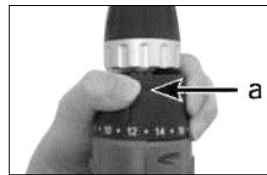

Рис. 7
Усилие затяжки может быть отрегулировано на одно из положений путем поворота регулировочного кольца «а» (Рис. 7) так, чтобы одна из его градуировок совпала со стрелкой на корпусе инструмента. Для настройки минимального усилия затяжки совместите цифру (1) с указателем, для настройки максимального усилия затяжки - последнюю цифру указателем. Муфта будет проскальзывать при различных усилиях затяжки. Она разработана таким образом, что не будет проскальзывать на отметке «сверло». Для того, чтобы определить усилие затяжки, соответствующее выполняемой работе, перед выполнением работы сначала закрутите пробный шуруп в материал или в деталь из аналогичного материала.